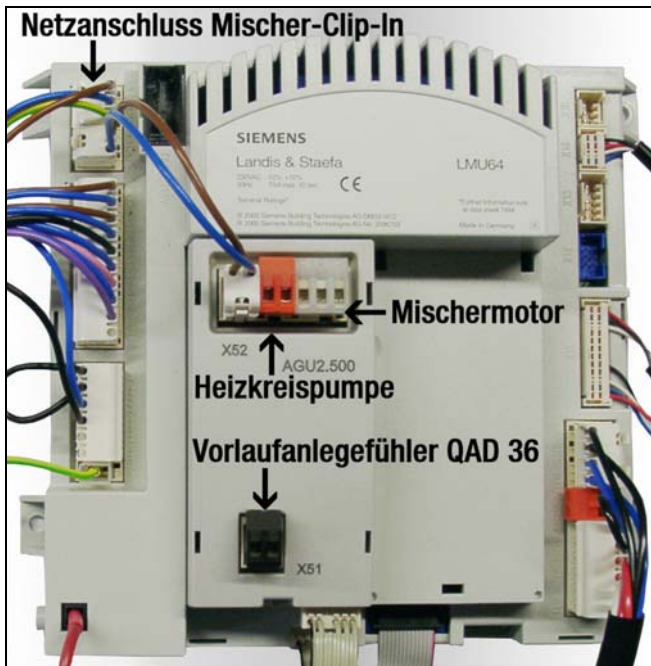

Abb. 24: Einbau Mischer-Clip-In
Das Netzanschlusskabel wird an die sekundäre Spannungsversorgung des Kesselreglers angeschlossen (s. Bild 24, Klemme X1-02).
2. Alle ProCon GWB 75 H (Einzelgeräte) mit einem Bus-Clip-In-Modul bestücken (s. Seite 24 Abb. 22) und an den Kesselregler (LMU) anschließen (s. Seite 25 Abb. 24).